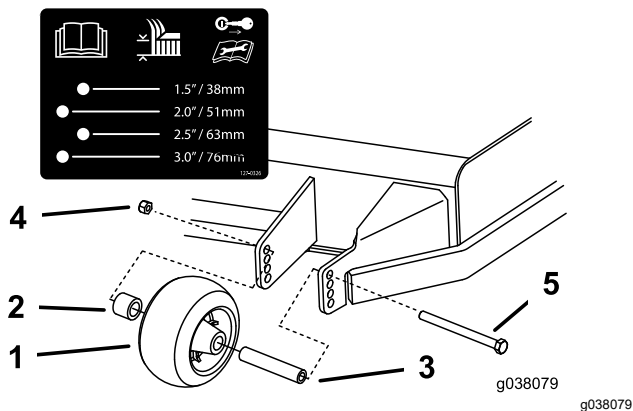

Figure 33
3. Réglez les galets anti-scalp comme montré à la Figure 33.